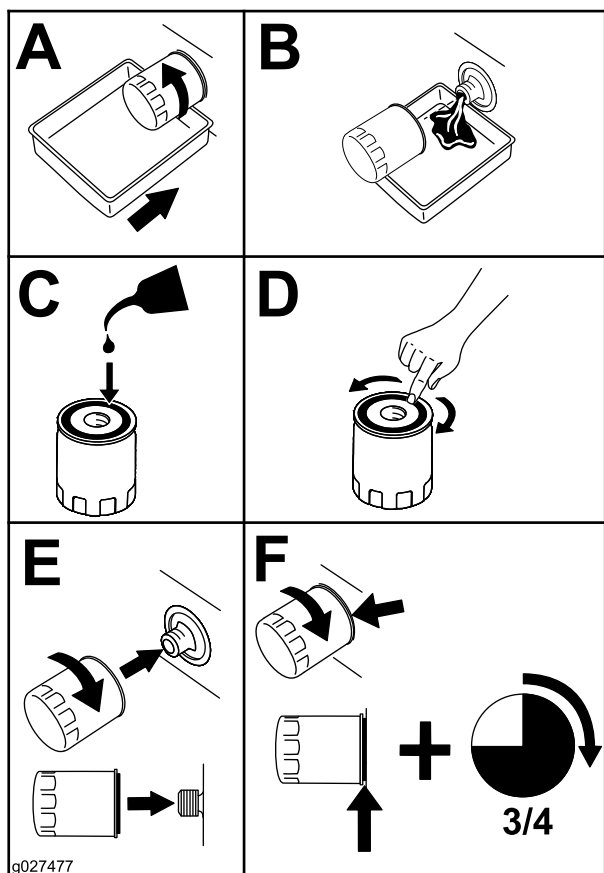

Figura 68
2. Sustituya el filtro de aceite del motor (Figura 68).